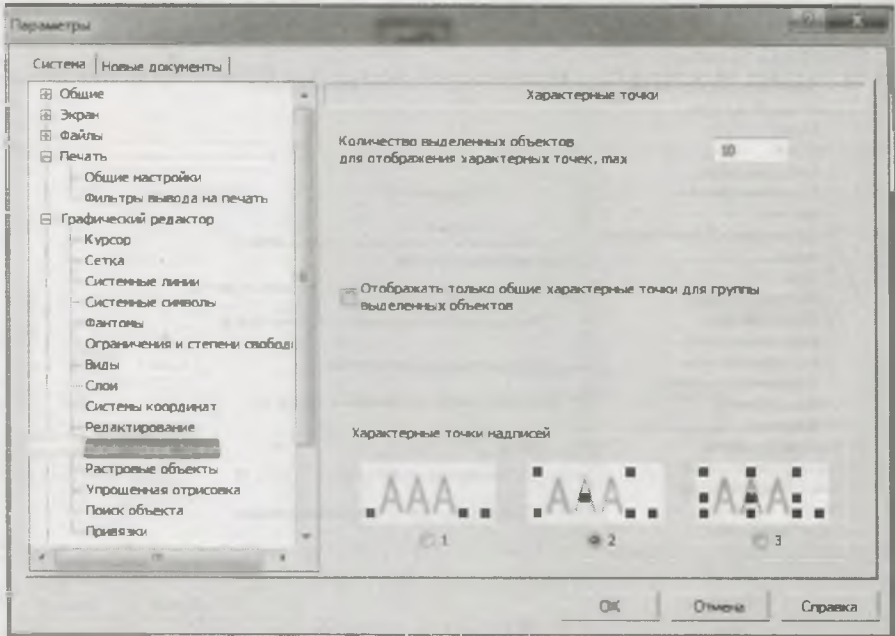

Рис. 17.10. Диалоговое окно Параметры с открытой панелью Характерные точки
- ♦ щелкните ЛК мыши по пункту **Характерные точки** — в правой части окна откроется панель **Характерные точки** (рис. 17.10). Здесь возможны такие настройки: